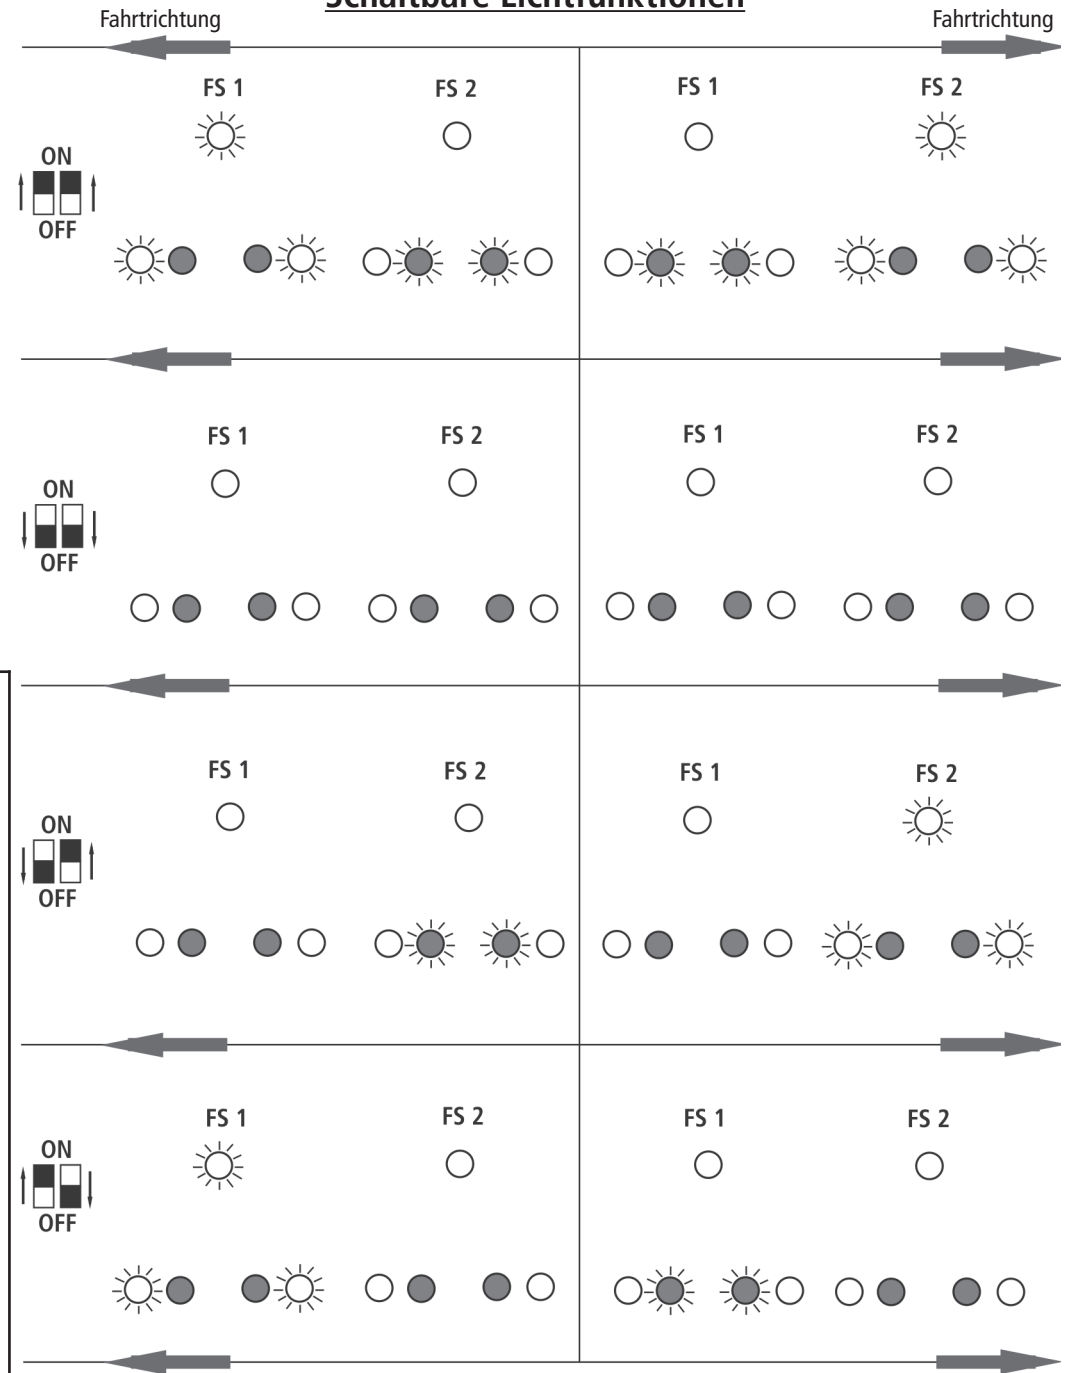
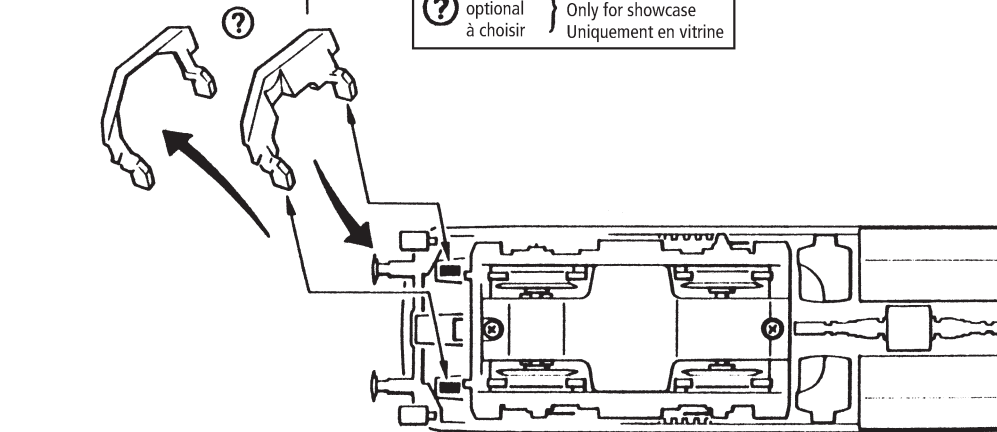

Fig. 6
Fig. 3
Mehrzugbetrieb: Zuerst Lokgehäuse abnehmen (Fig. 3). Danach den Brückenstecker aus der Schnittstelle entfernen (diesen sorgsam aufbewahren). Danach den Stecker des Steuerbausteins lagerichtig einsetzen (siehe Fig. 6).
2. Schmierung: Versehen Sie die im Schmierplan in Fig. 7 gekennzeichneten Stellen mit nur **kleinen Öltropfen**. Dazu zuerst das Lokgehäuse abnehmen (Fig. 3). Wir empfehlen den ROCO **Öler Art.-Nr. 10906**. Fürs Schmieren der Getriebeteile (Zahnräder, Schnecke) empfehlen wir das **ROCO-Spezialfett Art.-Nr. 10905**. Im Falle der Schmierung diese Teile **nicht ölen**.
4. Kohlebürstenwechsel: Lokgehäuse abnehmen (Fig. 3). Danach wird der Motor ausgebaut und die Kohlebürsten ausgewechselt (Fig. 9).
Remove the jumper from the interface. Finally put the plug of the chip into the interface as shown in fig. 6.
2. Lubrication: Apply **tiny oil drops** to spots marked in fig. 7. Prior to lubrication dismantle locomotive (fig. 3). We recommend using item no. **10906, Roco oiler**. For lubrication the gearparts (e.g. cogwheels, worm) we would recommend our Roco **special grease** (item no. **10905**).
4. Carbon Brush Changing: First remove loco body (fig. 3), and then the motor (fig. 9).
Exploitation en télécommande multi-trains: Enlevez la fiche de shuntage de l'interface (à conserver!) et enfichez finalement la fiche du module de télécommande aux prises de l'interface. Veuillez à la position correcte de la fiche (voir fig. 6).
2. Graissage: N'appliquez **qu'une toute petite goutte** aux endroits indiqués par le plan de graissage (fig. 7) après avoir démonté la caisse de la locomotive (fig. 3). Nous vous recommandons **le graisseur à huile Roco réf. 10906**. Pour graisser les engrenages (roues dentées, vis sans fin) nous vous conseillons la **graisse spéciale Roco réf. 10905** pour engrenages en matières synthétiques. Lorsque vous utilisez cette graisse il faut éviter d'huiler ces composants.
4. Remplacement des balais du moteur: Démontez la caisse (voir fig. 3). Démontez ensuite le moteur et échangez le balais (fig. 9).
voir } Fig. 3